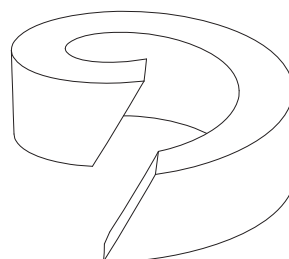

Fig. 8: Anillo de empaquetadura partido
- Colocar un nuevo anillo de empaquetadura (pos. 17), montaje según la Fig. 8.
Si se utiliza un anillo de empaquetadura dividido, tener en cuenta realizar un corte oblicuo según figura en la Fig. 8.